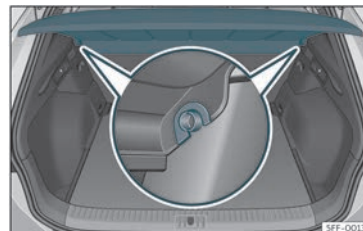

Fig. 106 Nel bagagliaio: smontare e montare il ripiano.
»» **fig. 106** tirandolo verso l'alto ed estrarlo.
- Inserire la copertura in modo orizzontale facendo coincidere la “mezzaluna” sull'asse dei supporti»» **fig. 106** e premendo verso il basso fino a far scattare l'innesto.